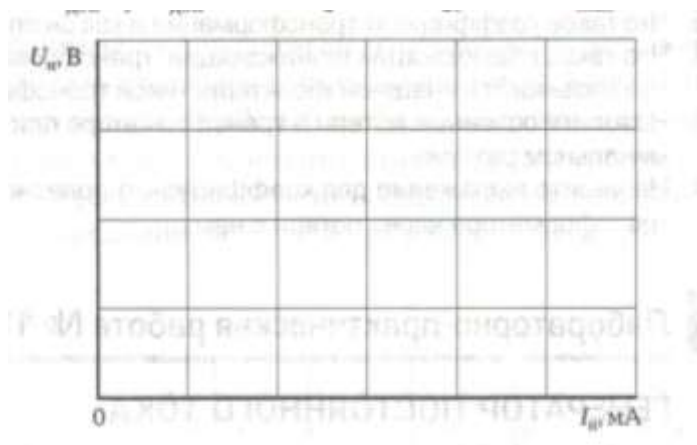

Рис. 8.3 Внешняя характеристика трансформатора
2. На основании данных табл. 8.3 построить на рис. 8.3 внешнюю характеристику и определить изменение напряжения в процентах при номинальной нагрузке.